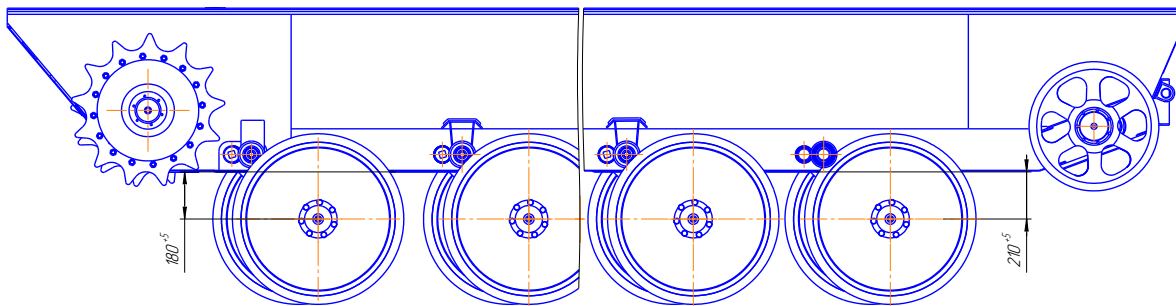

Рисунок 52 – Выставка катков по высоте
- г) установить первый опорный каток на расстоянии 180^{+5} (рисунок 52) мм от оси катка до днища;